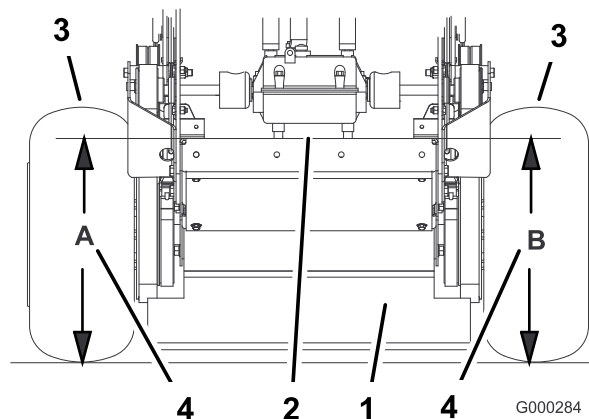

Figure 79
4. Mesurez la hauteur du plancher moteur au point **A** (Figure 79).
5. Mesurez la hauteur du plancher moteur au point **B** (Figure 79).